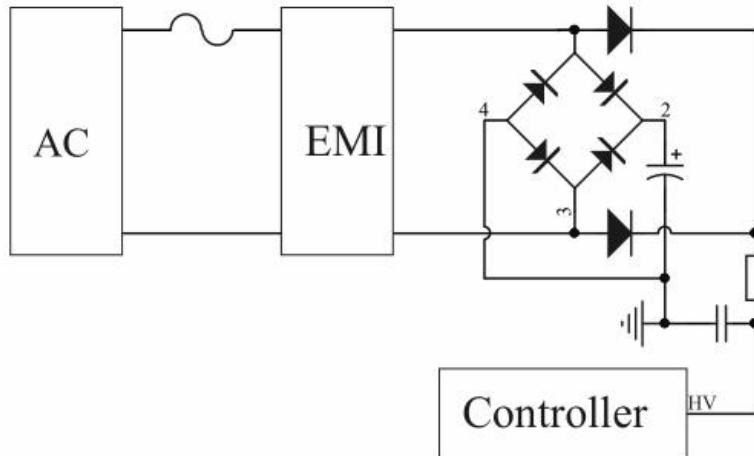

图 1：高压启动电路
DK065GCD 包含多功能高压 (HV) 引脚。为达到快速启动，内部集成了高压启动电路，可以快速启动电源同时能够有效降低待机功耗，如图 1 所示，能够快速准确监测输入电压，在输入掉电